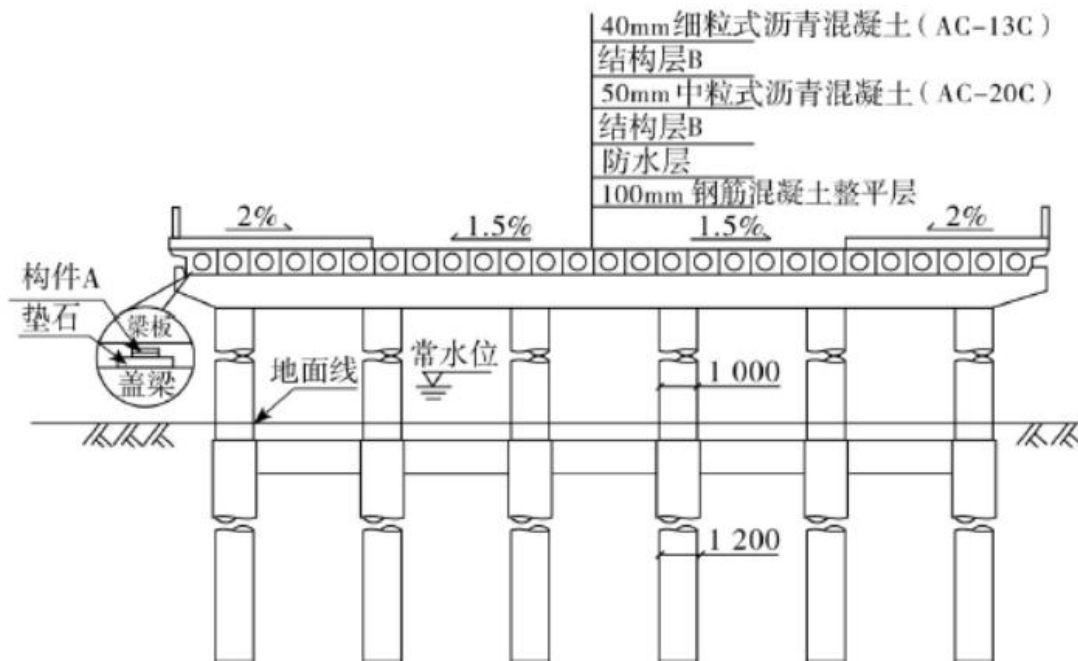

图1 桥墩构造示意图（单位：mm）
某公司承建一座城市桥梁。该桥上部结构为 $6 \times 20\text{m}$ 简支预制预应力混凝土空心板梁，每跨设置边梁2片，中梁24片；下部结构为盖梁及 $\Phi 1000\text{mm}$ 圆柱式墩，重力式U型桥台，基础均采用 $\Phi 1200\text{mm}$ 钢筋混凝土钻孔灌注桩。桥墩构造如图1所示。
1. 写出图1中构件A和桥面铺装结构层B的名称，并说明构件A在桥梁结构中的作用。
2. 列式计算图1中构件A在桥梁中的总数量。